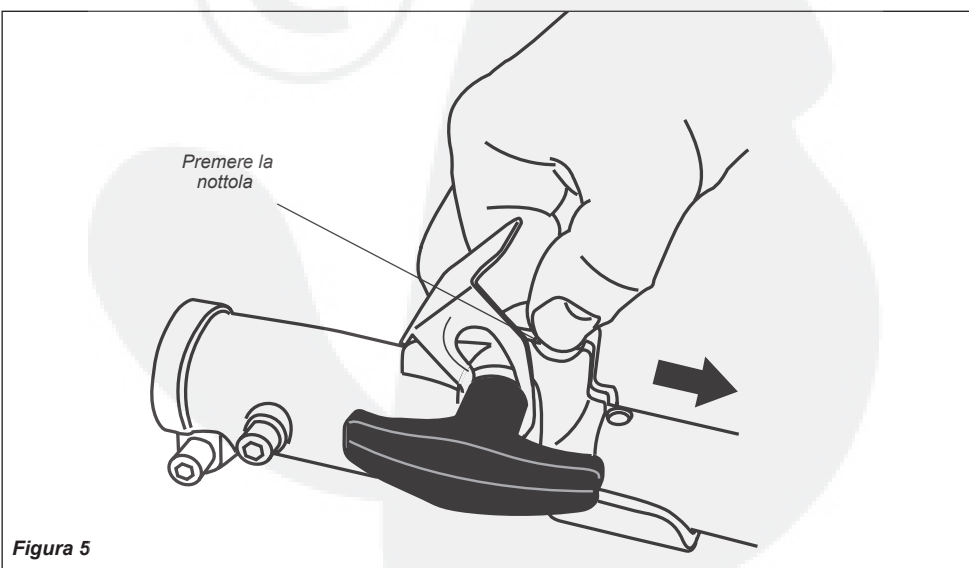

Figura 5
2. Premere verso il basso la nottola con la punta delle dita o il pollice. Ciò rilascia il sblocco dell'accoppiatore. Vedere Figura 5.